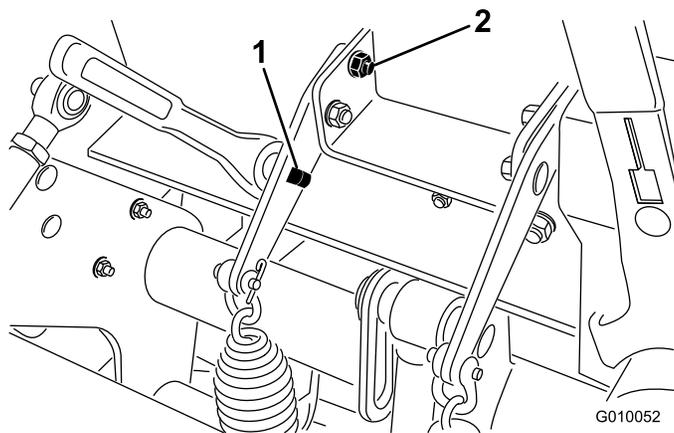

図 38
2. スプリング・プレートの四角い穴に 1/2" のラチェットまたはボールを差し込む (図 38)。